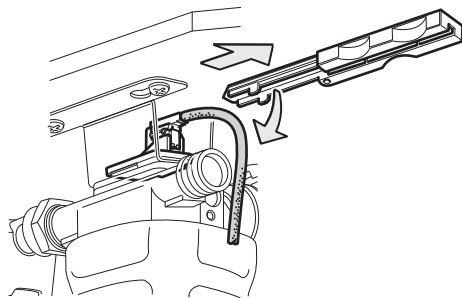

Fig. 10
- ▶ Quando il cavo pende liberamente, rimuovere l'attrezzo di montaggio. Il trasduttore rimane nel supporto. (Fig. 10).